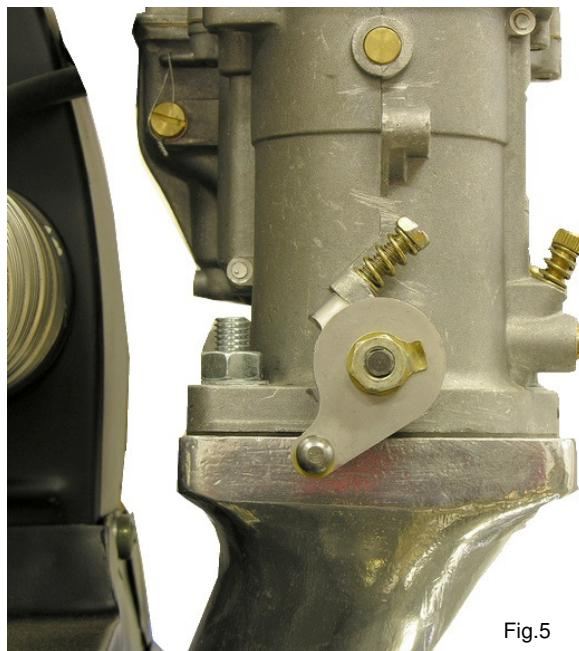

Fig.5
- Setzen sie die Drosselklappenhebel so auf, dass sie in einem Winkel von 45° nach unten und zur Motormitte zeigen. (Fig.5)